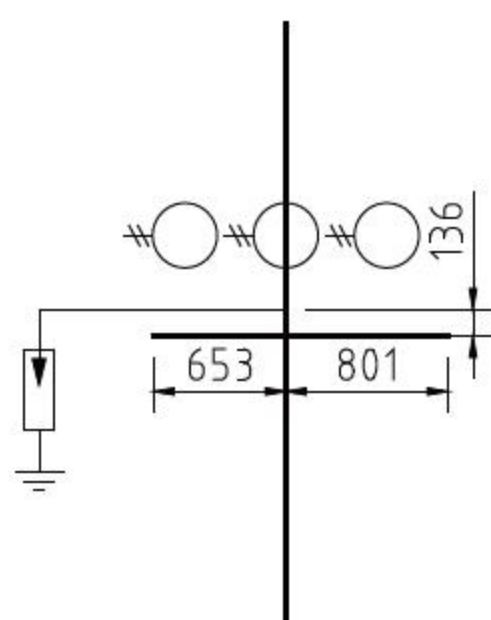

图9-100 绘制结果
**12** 重复上述操作，继续绘制图形，尺寸如图9-100所示。